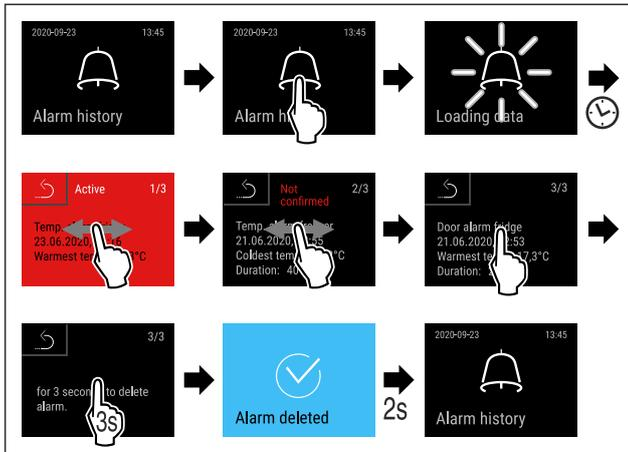

Fig. 156
- ▶ Handlungsschritte (siehe Fig. 156) durchführen.